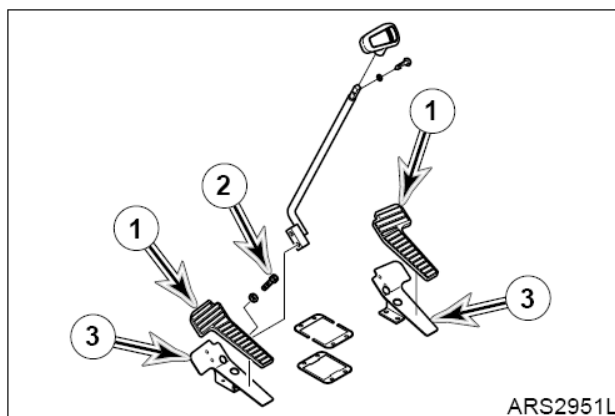

Рис. 50
2. Установить скобы педали (3) и рычаги (4, рис. 50) на клапан педали и установить четыре болта с шайбами (2).